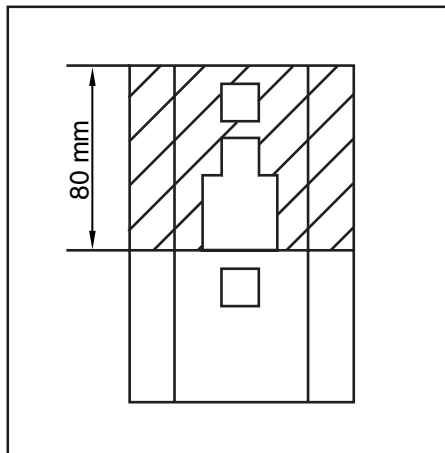

Bild 17 Steigschutzschiene kürzen
1. Von der Steigschutzschiene, wie in Bild 17 dargestellt, ca. 80 mm absägen.